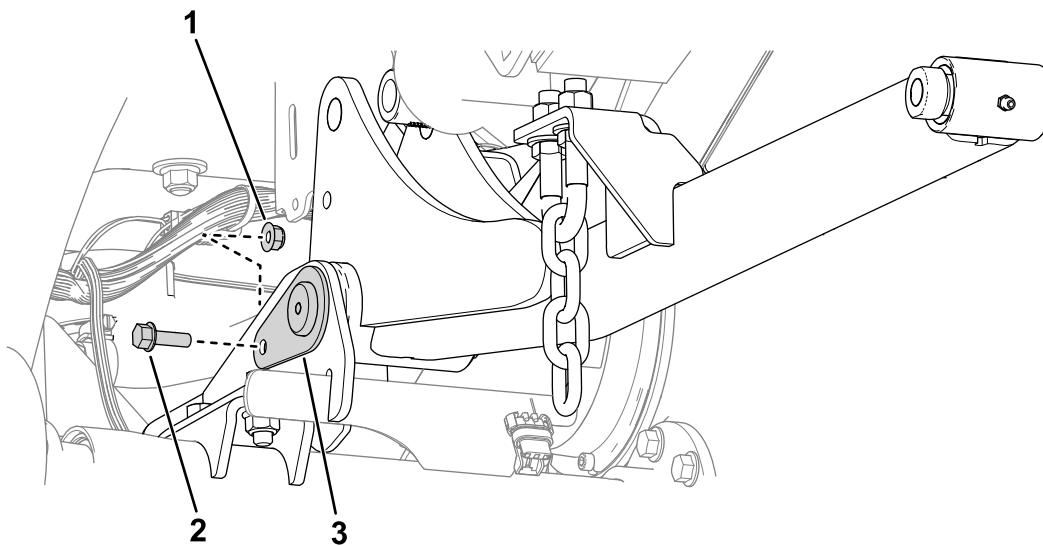

図 6
4. ナット (5/16") 2個とボルト (5/16 x 1") 2本を使って、大きいピンをフレームに固定する(図6)。